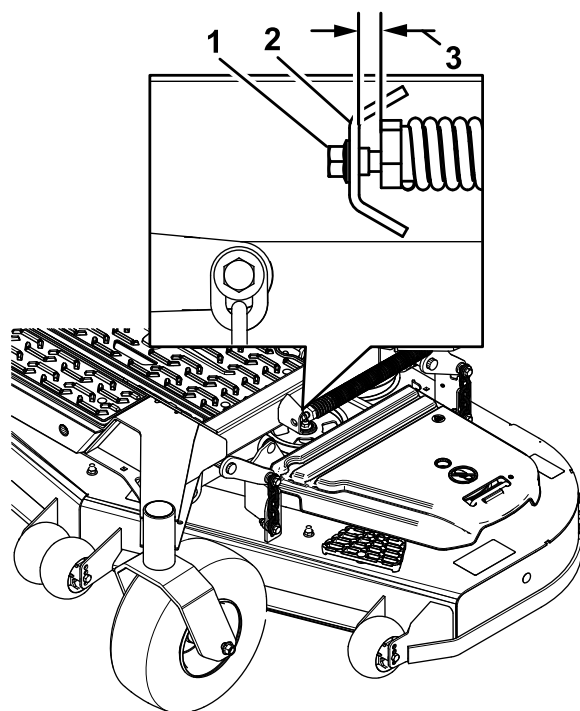

Bild 83
10. Lösen Sie langsam die Einstellschraube an der Feder der Hubhilfe, bis Sie die Schraube entfernen können (**Bild 83**).